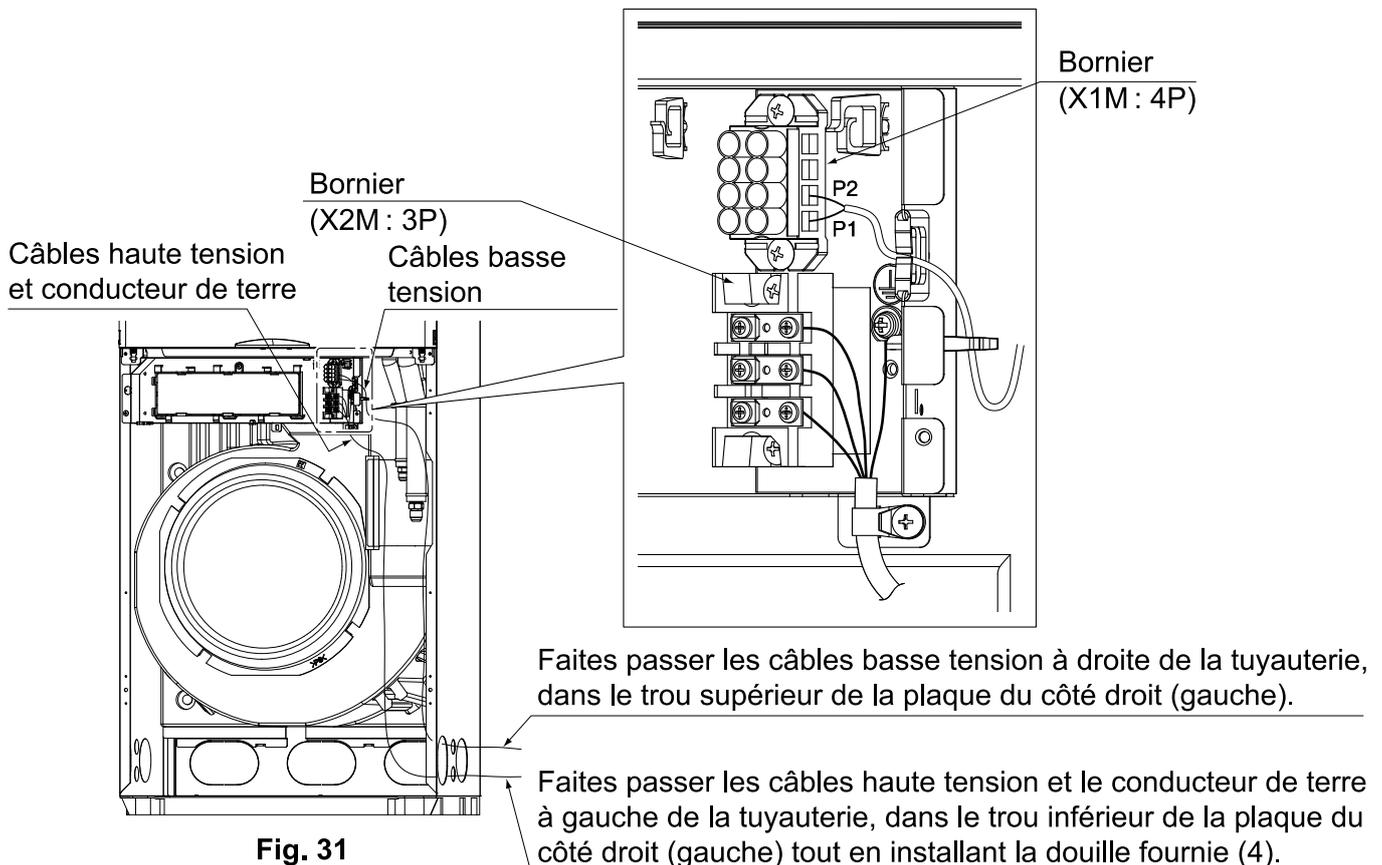

Fig. 31
- Raccordez le câblage de la télécommande (fourni sur place) aux bornes P1 et P2 (sans polarité) du bornier (X1M: 4P) et guidez le câblage vers l'extérieur de l'unité, en suivant l'itinéraire indiqué sur la **fig. 31**.
- Placez les câbles à basse tension (câblage de la télécommande) à au moins 50 mm des câbles à haute tension (câbles de raccord entre les unités intérieure et extérieure) et du conducteur de terre, de manière à ce qu'ils ne passent pas par le même endroit (**reportez-vous à la fig. 31**)